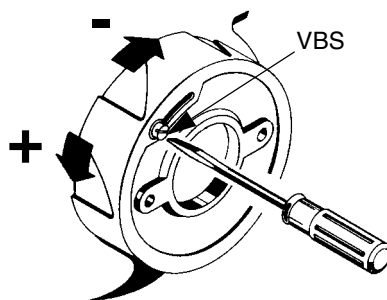

Рис. 23
- 13 Проверять постоянно анализы выбросов, отрегулировать расход воздуха, воздействуя на винт **VBS** (Рис. 23); закручивать его для уменьшения расхода и откручивать - для увеличения.